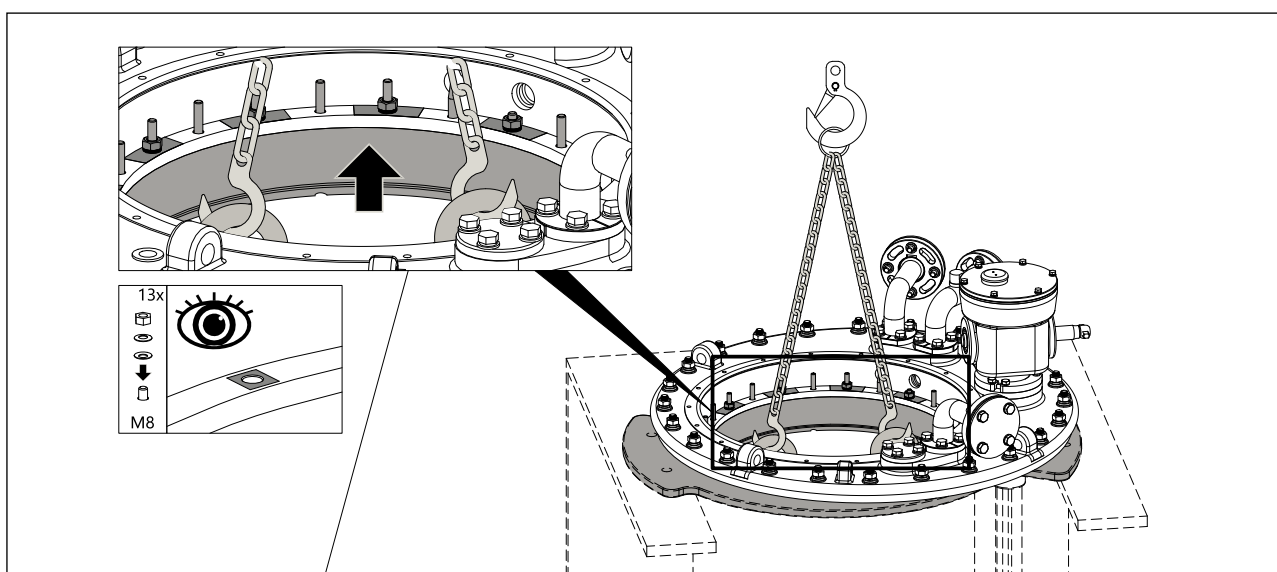

图 5-23 安装 OLTC 安装法兰
6. 使用 13mm 开口 / 套筒扳手，安装 13 套 M8 螺母，每套配碟形垫圈 x4，扭矩：15Nm。吊起 OLTC 支撑法兰，使其与 OLTC 安装法兰对齐。当支撑法兰与安装法兰的安装参考面紧密接触时，在安装法兰环的未涂红色漆的区域进行安装作业（见图 5-23）。